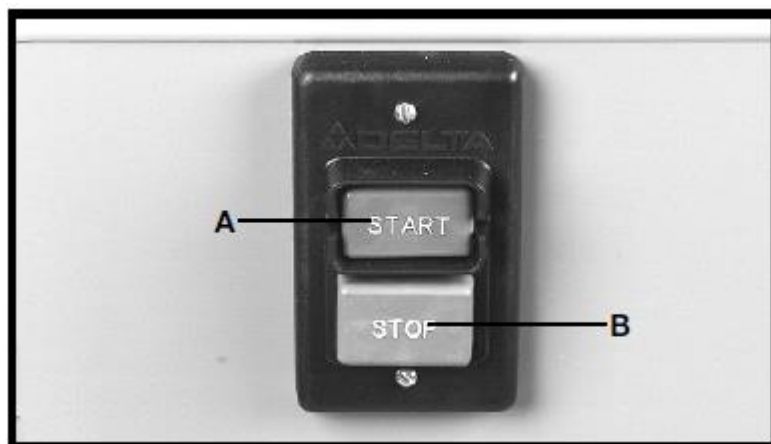

Рис. 14
3. Ввернуть рукоятку (A) наклона параллельного упора, рис. 14, в резьбовое отверстие (B) в параллельном упоре.
Для включения станка нажать зелёную кнопку START (A), рис. 14. Для отключения станка нажать красную кнопку STOP (B).